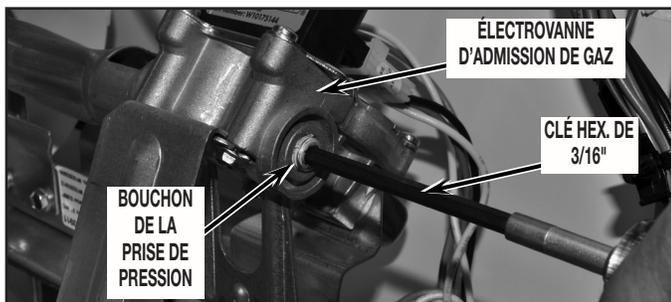

FIGURE 1
1. Sur le corps de l'électrovanne d'admission de gaz, ôter le bouchon de la prise de pression avec une clé hex. de 3/16". Voir Figure 1.